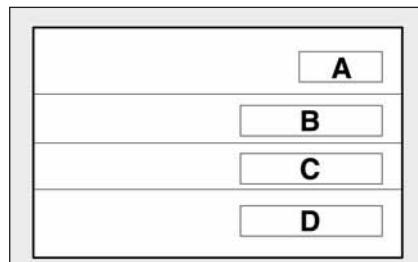

рис. 2
**ТАБЛИЧКА С ИДЕНТИФИКАЦИОННЫМИ ДАННЫМИ ПО ПОКРАСКЕ КУЗОВА** рис. 2